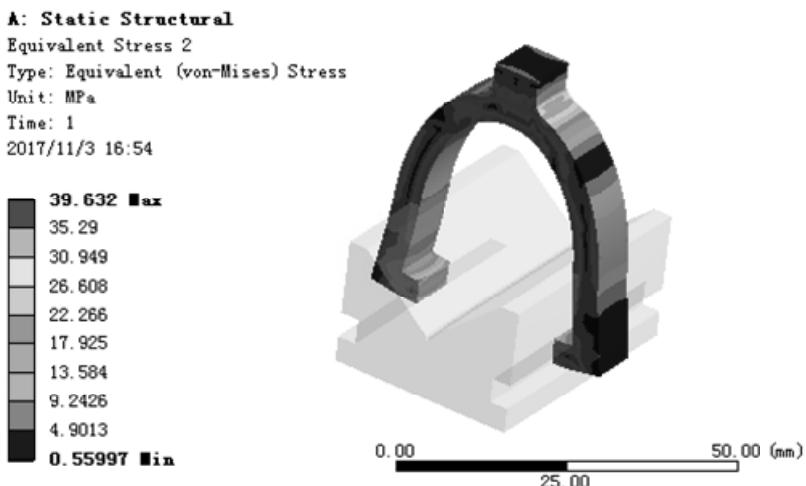

图 7.6.21 应力结果图解 (slider)
- (4) 查看 slider 应力结果图解。在“Outline”窗口中选中 Equivalent Stress 2，查看图 7.6.21 所示的零件 slider 的应力结果，其最小应力为 0.55997 MPa，最大应力为 39.632 MPa。